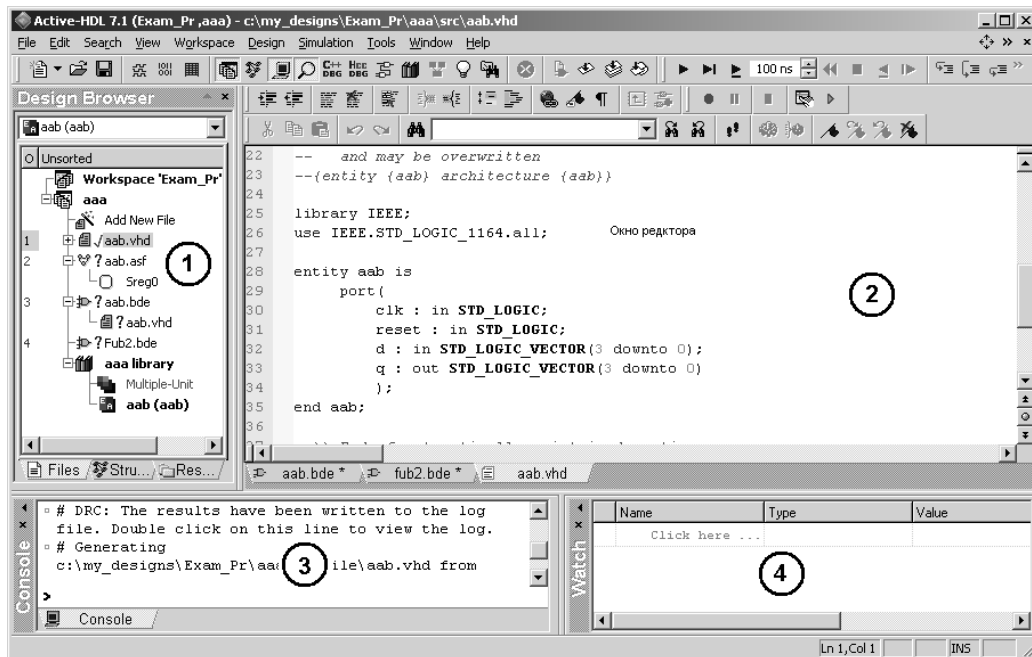

Рис.2.1
На рис. 2.1 показан интерфейс Active HDL в режиме ввода информации о проектируемом устройстве на языке VHDL. Его основными элементами являются окно обзора проекта Design Browser (1), рабочее окно редактора (2), окно Console (3) и окно Watch (4). Набор окон и их вид может изменяться: набор окон определяется опциями, устанавливаемыми в разделе View главного меню. Размеры окон могут изменяться пользователем по его усмотрению. Окно Design Browser содержит три вкладки: Files, Structure и Resource. На вкладке Files отображается иерархическое дерево файлов проекта. Переключаясь по нему можно двойным щелчком левой кнопки мыши открыть требуемый файл. Перейдя на вкладку Structure (щелкнув по
Окно редактора показано на рис. 2.1. Основные параметры редактора можно устанавливать в окне Preferences (команда Tools| Preferences в главном меню). Ключевые слова, комментарии и константы в HDL Editor отличаются от остальной части текста по цветам.